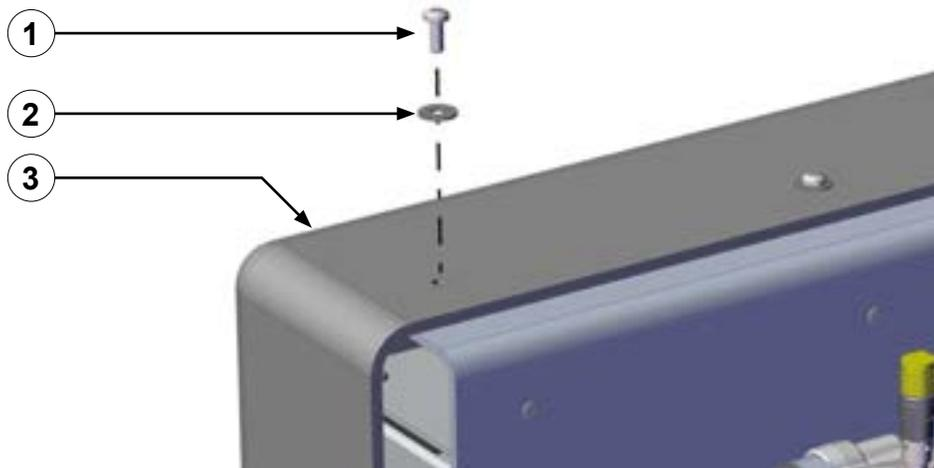

Figura 37
1. Utilice la flecha de la válvula antirretorno para determinar la dirección del flujo de concentrado (Figura 37).